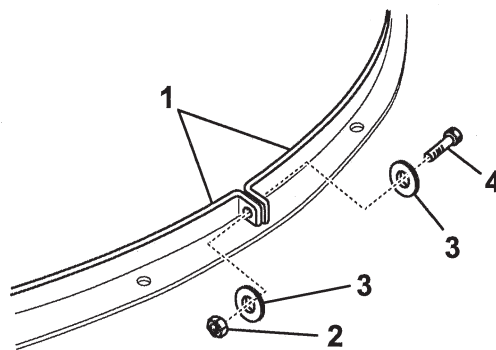

Bild 20
9. Entfernen Sie die Schraube, Scheibe und Mutter, mit denen die beiden Riemenenden zusammengehalten werden (Bild 20).
13. Verbinden Sie die beiden Riemenenden um die Recyclerabdeckung, siehe (Bild 20).
8. Entfernen Sie die Schraube, Scheibe und Mutter, mit denen die beiden Riemenenden zusammengehalten werden (Bild 20).
14. Verbinden Sie die beiden Riemenenden um den Auswurfkanal (Bild 20).
15. Richten Sie die Löcher in den Riemenenden aus und ziehen Sie sie mit der vorher abgenommenen Schraube, der Scheibe und der Mutter fest (Bild 20).